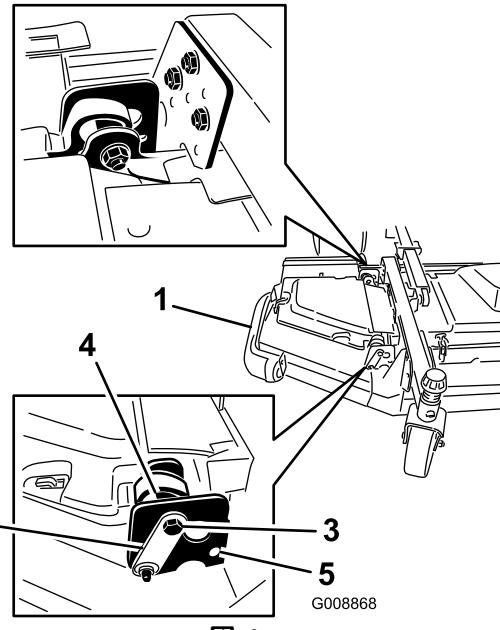

図 4
4. 前後のストップボルトを、上の穴と偏芯ナットに通す図4。